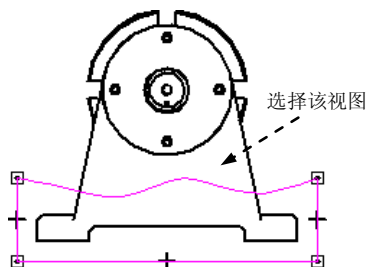

图 10.5.5 绘制曲线
(1) 选择命令。选择 **主页** 选项卡 **图纸视图** 区域中的  **局部剖** 命令，系统弹出“局部剖”命令条。
(2) 在系统 **选择图纸视图以绘制轮廓。** 的提示下，在图形区选择图 10.5.5 所示的视图进入局部剖轮廓绘制环境。
(3) 绘制图 10.5.5 所示的封闭曲线作为剖切范围，然后单击“关闭局部剖”按钮  返回到前一个环境。